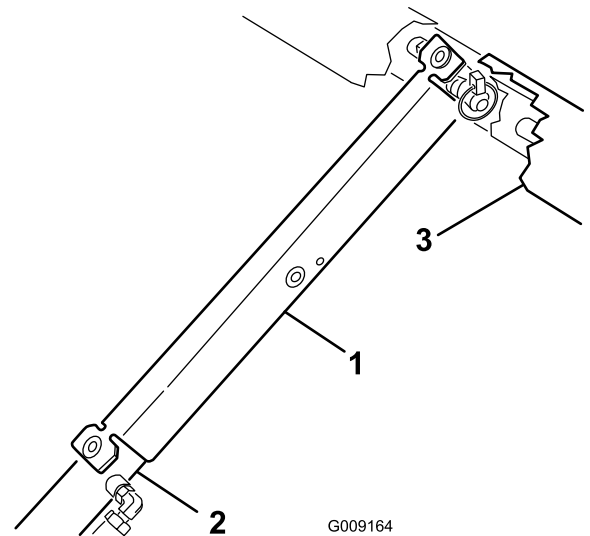

Figura 39
3. Spingete il supporto del pianale sull'asta del cilindro, assicurandovi che le alette all'estremità del supporto poggino sull'estremità della canna del cilindro e sull'estremità dell'asta del cilindro (Figura 39).